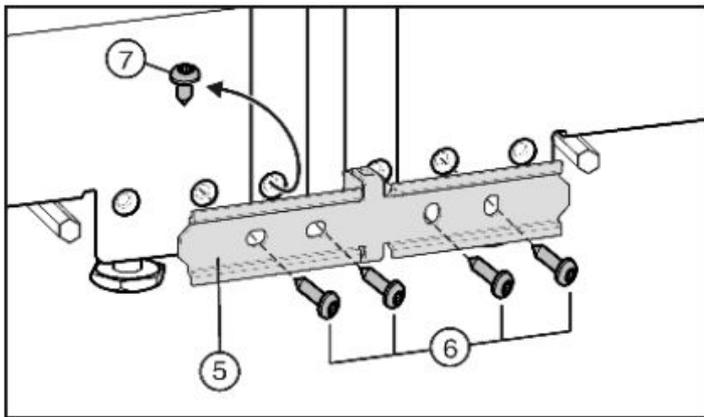

図6
- ・接合プレートと図6(5)を緩く一方の機器に2本のネジ 図6(6)で固定します。